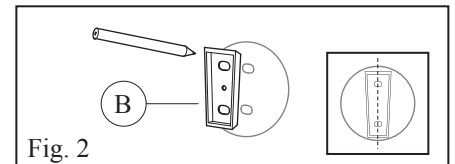
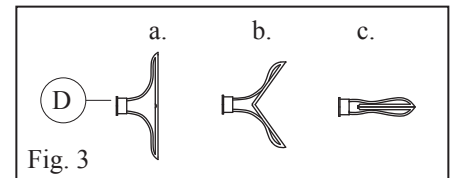

Fig. 2
Fig. 3
2. Placez un support de montage (B) au centre d'un des contours de plaque d'appui. À l'aide d'un crayon, marquez l'emplacement des trous de vis sur le mur. (Fig. 2)
3. Percez des avant-trous de 5/16 po dans le mur où seront insérés les ancrages pour cloison sèche (D).
4. Maintenez les ailettes des ancrages pour cloison sèche (D) ensemble (Fig. 3) et insérez-les horizontalement dans les trous. Tapez sur les ancrages avec un marteau pour les mettre au ras du mur.